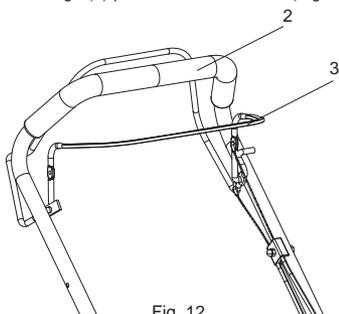

Fig. 12
- Tirer la barre de freinage (3) contre la poignée (2) et la maintenir dans cette position pendant le démarrage du moteur. Continuer à la serrer pendant l'utilisation (Fig. 12).